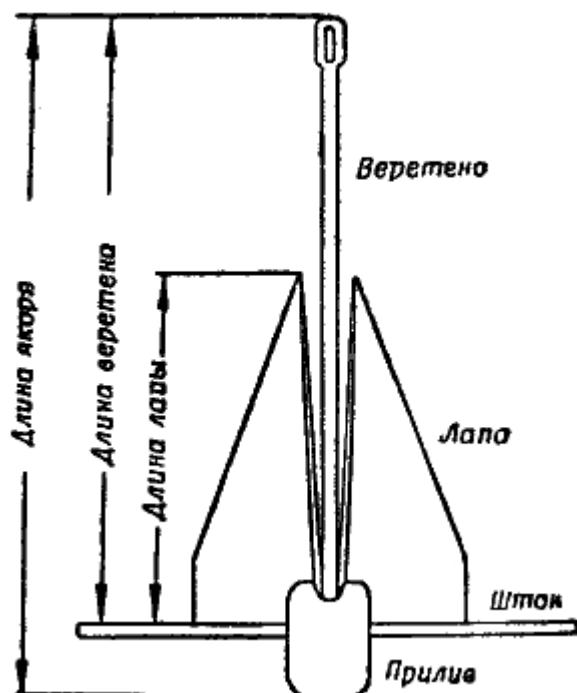

Рис. 278. Обозначения на якоре Данфорта
5. Можно ли якорь хорошо уложить и быстро отдать? Быстрое снятие с якоря зависит от того, насколько форма якоря препятствует засасыванию его в ил, а также в какой степени удерживают его водоросли. Если якорь имеет складные части, которые контролятся шплинтами, то важно учесть не только время уборки, но и время, необходимое на его подготовку к отдаче при постановке на якорь. Поэтому при выборе якоря следует обращать внимание на возможность быстрого закрепления его в грунте. Главный якорь на крупных яхтах укрепляется на палубе, на небольших морских крейсерах, он, как и запасной якорь, хранится в форпике. Если якорь достаточно плоский, его можно укладывать даже в трюм. Требованиям пунктов 1—3 лучше всего отвечает современный легкий якорь типа Данфорта или Бензона различных видов. В табл. 8 приведены характеристики различных образцов якорей Данфорта, показанных на рис. 278.
* См. рис. 278.